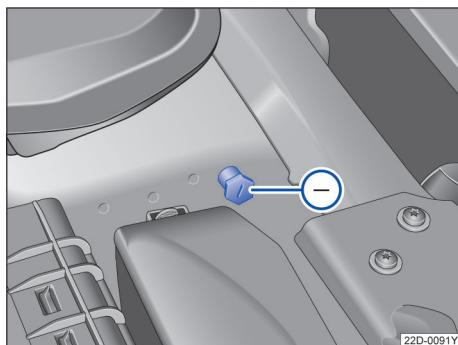

图 138 用于充电器负极连接的接地点
- 将黑色电缆的另一端 Ⓛ 连接到亏电蓄电池汽车发动机缸体上的螺栓连接金属部件上或发动机舱内的连接点上→图 138，连接点必须尽可能远离亏电蓄电池 Ⓐ。
在利用外接电源对车辆蓄电池充电时，请勿将充电器的负极接在蓄电池的负极上，必须连接到发动机壳体上或发动机机舱内的接地点处→图 138。